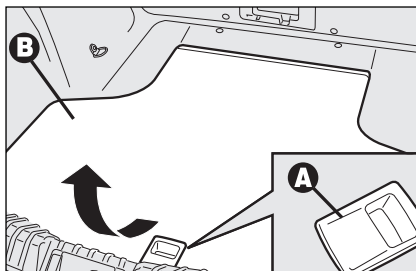
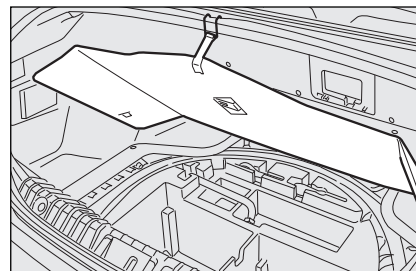

fig. 2
fig. 3
- plaats met behulp van de handgreep **A-fig. 2** de bekleding **B** omhoog en bevestig deze zoals is aangegeven in **fig. 3**;